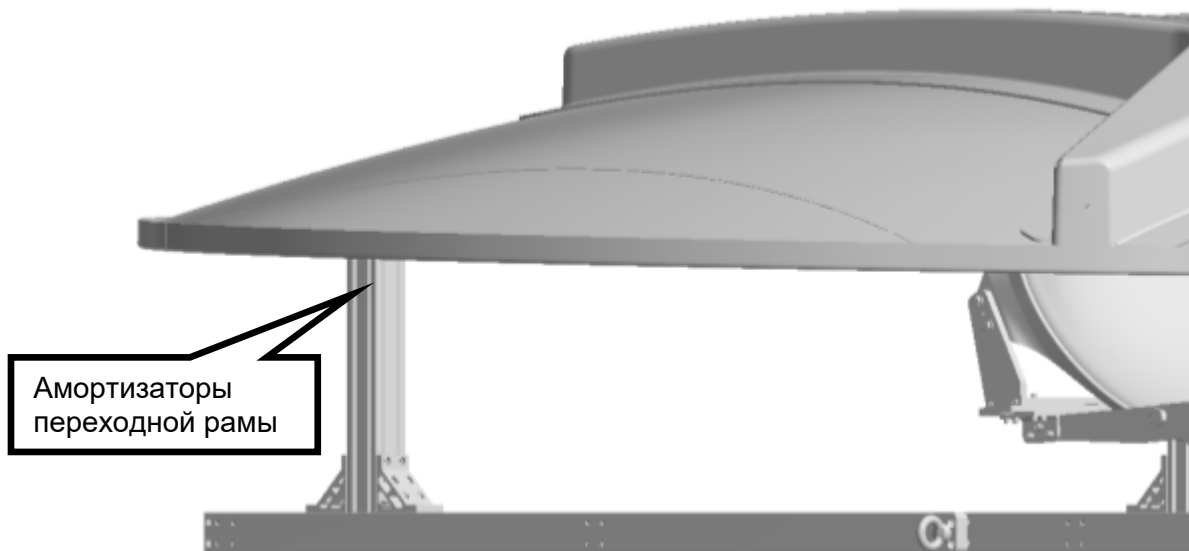

Рисунок 3.2.2.5.2.1 – Парковочное положение антенны
- проконтролировать срабатывание нижнего аппаратного КВ в значении парковочного угла (регистр №86) по остановке антенны и индикации «Срабатывание нижнего аппаратного КВ» на виртуальной панели СПО БУА-Т или физического упора рефлектора в амортизаторы переходной рамы (рисунок 3.2.2.5.2.1), что произойдет раньше.